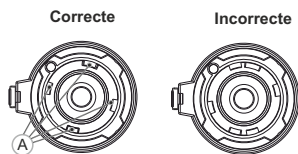

Fig.5
- Assurez-vous que les reliefs (A) de l'oculaire d'attache soient situés au-dessus des reliefs inférieurs (Fig.5).